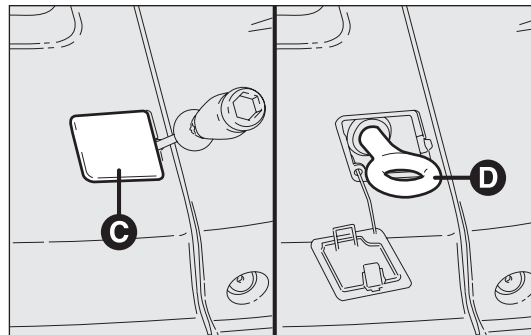

рис. 214
- ❑ возьмите из ящика отвертку и с ее помощью приподнимите заглушку С – рис. 214;
- ❑ возьмите из ящика буксирную проушину D и привинтите ее к резьбовому пальцу – рис. 214.